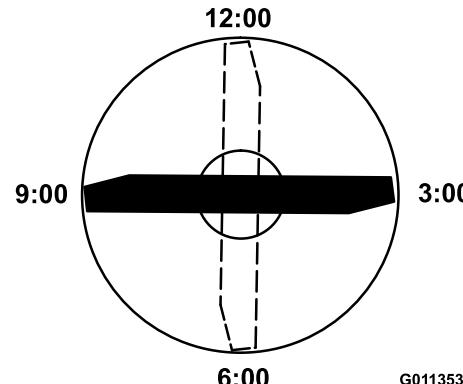

図 64
4. ブレードの印の付いているほうの端部を12時的位置車両進行方向に向け図 64、作業台の表面からブレードの切っ先までの高さを測定する。
5. 印の付いている端部を3時の位置と9時の位置に向けて図 64 それぞれ高さを測定する。